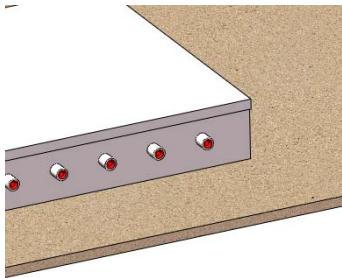

图 18-61 放大视图
③ 放大视图到图 18-61 所示的程度，查看左侧壁中的孔。